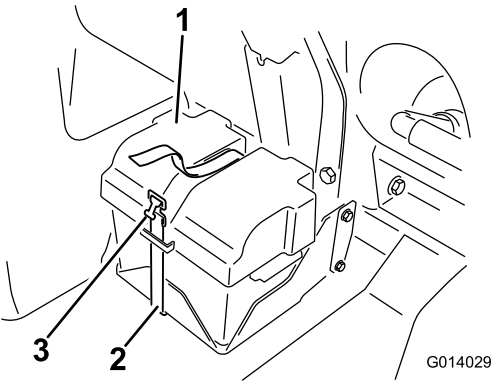

Figura 79
2. Retire a cobertura da bateria e desligue o cabo negativo (preto) do borne da bateria (Figura 79).
4. Coloque a tampa da bateria e fixe-a com a correia que retirou anteriormente (Figura 79).